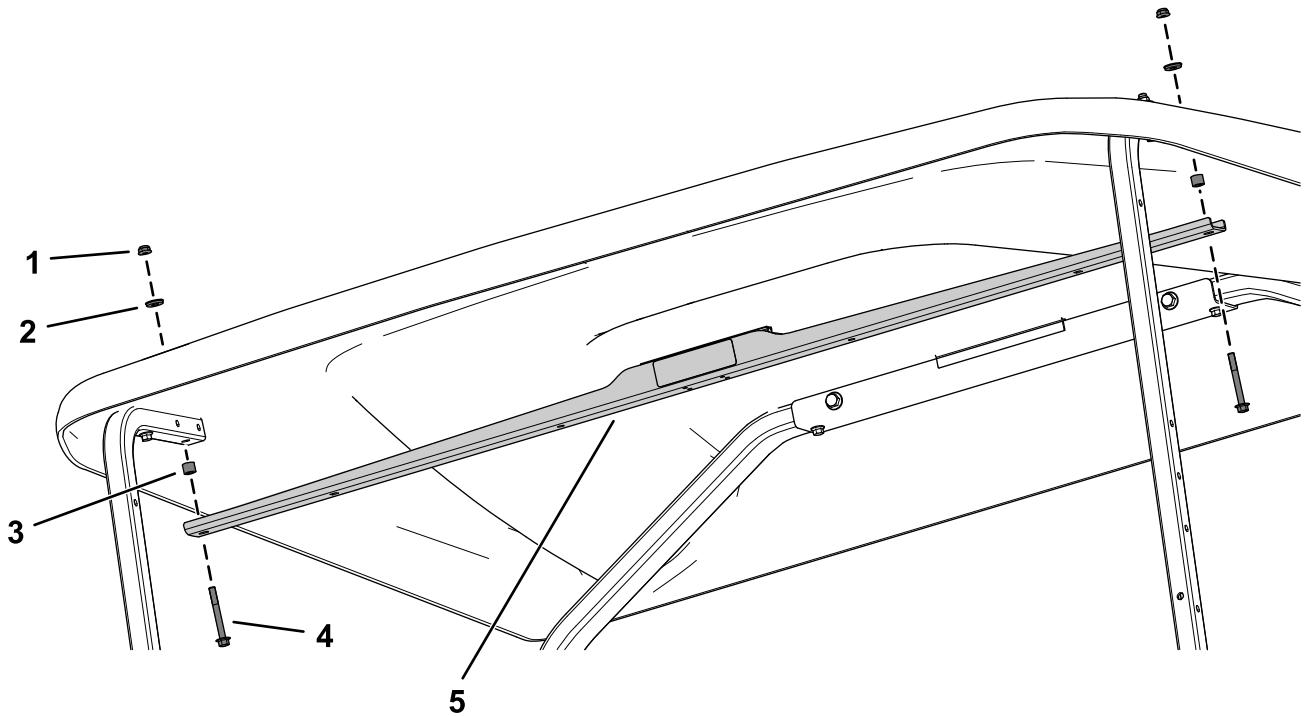

Figure 17
2. Fixez le support d'abri aux tubes avant et à l'abri à l'aide de 2 boulons à embase ($\frac{1}{4}$ " x $2\frac{1}{4}"), 2 rondelles ($\frac{1}{4}"), 2 rondelles d'étanchéité et 2 contre-écrous ($\frac{1}{4}"), comme montré à la Figure 17.$$$